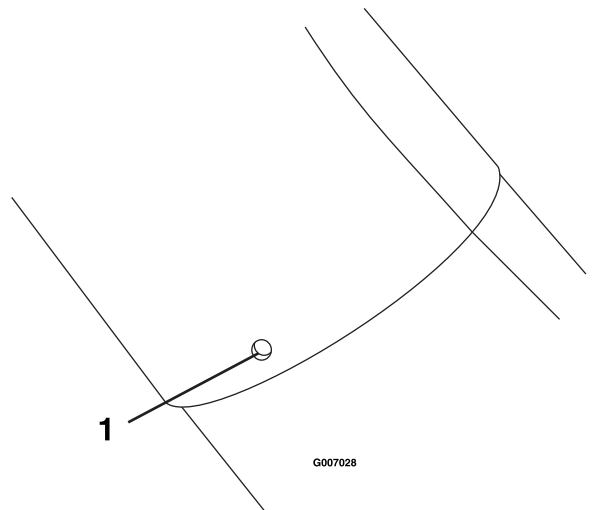

Figura 18
9. Perfore los taladros de 5.6 mm (7/32") de diámetro en el tubo inferior usando los taladros del tubo superior como referencia (Figura 18).